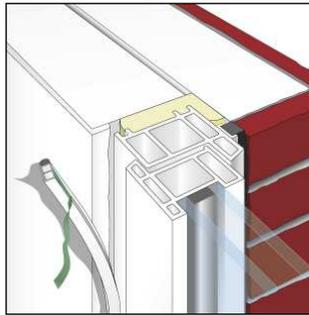

Bild1: Befestigung der Kammerleiste am Fensterrahmen durch den Selbstklebestreifen.
- Befestigung der Leiste mittels Selbstklebung am Rahmen (Bild 1). Wahlweise besteht im Falle der Kaltverschweißung die Möglichkeit, die Leiste ohne Selbstklebung zu beziehen.